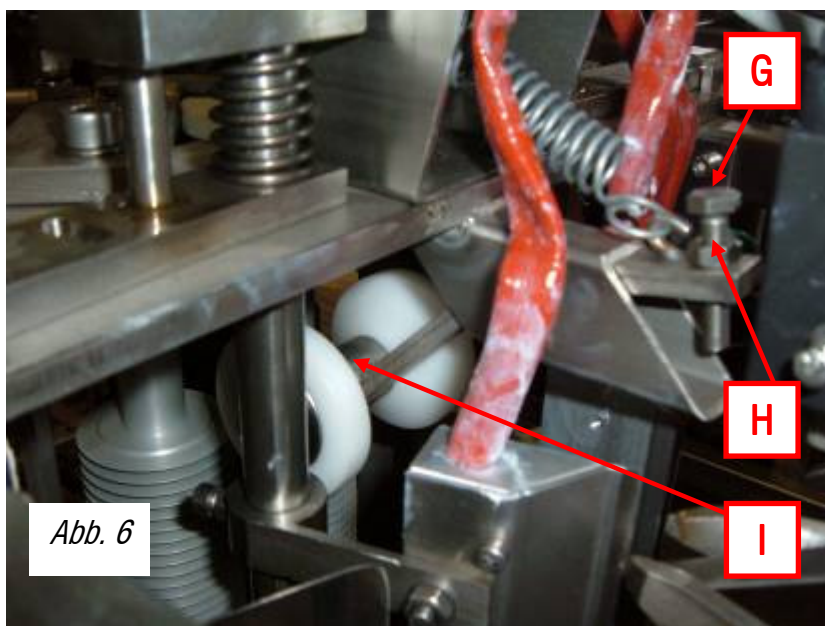

Abb. 6
3.4 NIEDERHALTER-WALZE (Abb. 6 – S. 6)